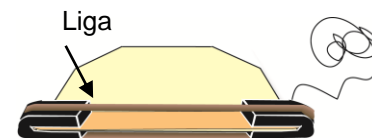

Figura 3
- 5** Estire la liga sobre los extremos cubiertos de espuma del abatelenguas como se muestra. Asegúrese de que la liga no esté torcida. Ver figura 3.